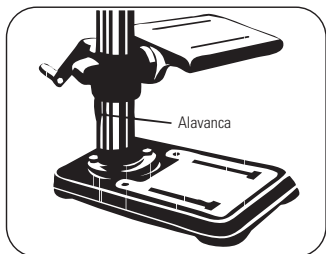

FIGURA 8.11
- Volte a apertar a Alavanca da Mesa Móvel (Figura 8.11).